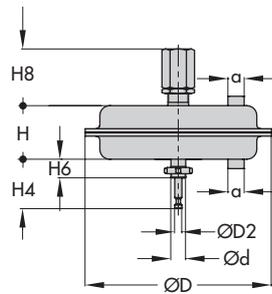

Рис. 22: Тип 3271 с регулируемым ограничителем хода
1) Ограничение хода с обеих сторон см. рис. 22